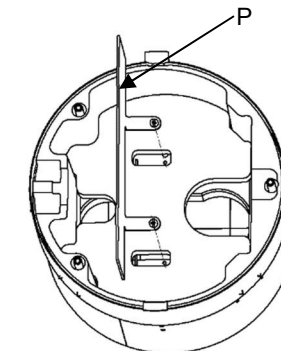

Fig. 9
13. Instale el divisor (P). Observe la orientación del divisor. Consulte la Fig. 9. Apriete los tornillos a un par de 6-10 in-lbs (0,7-1,1 Nm)